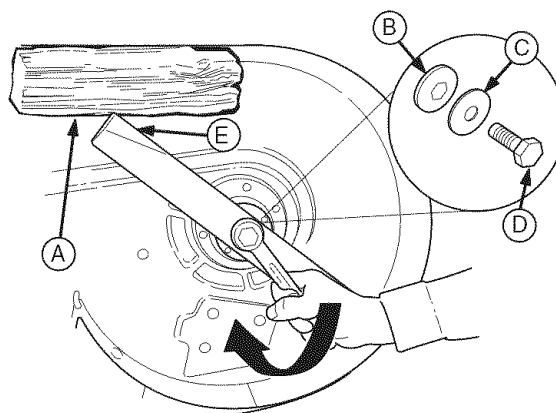

Figura 20. Instalación del Aspa
3. Quite el tornillo de cabeza hexagonal (D, Figura 20), arandela elástica (C), arandela acanalada (B) y aspa.
7. Reinstale el aspa con las aletas de izado (E, Figura 20) apuntando arriba hacia la cubierta de la podadora como se muestra.
8. Reinstale la arandela acanalada (B, Figura 20), arandela elástica (C) y tornillo de cabeza hexagonal (D). Use un bloque de madera (A) para evitar que el aspa gire mientras aprieta el tornillo de cabeza hexagonal (D) a 45-55 ft. lbs. (61-75 N.m). Gire el tornillo de cabeza hexagonal a la derecha para apretarlo.